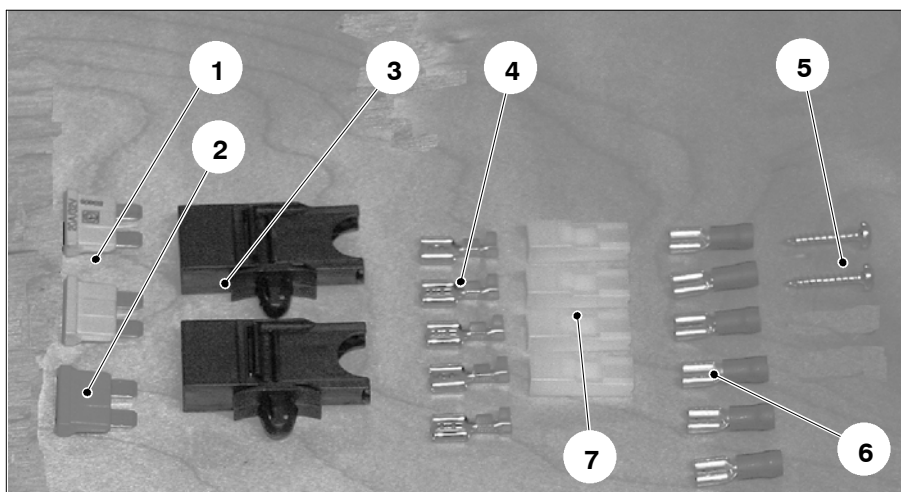
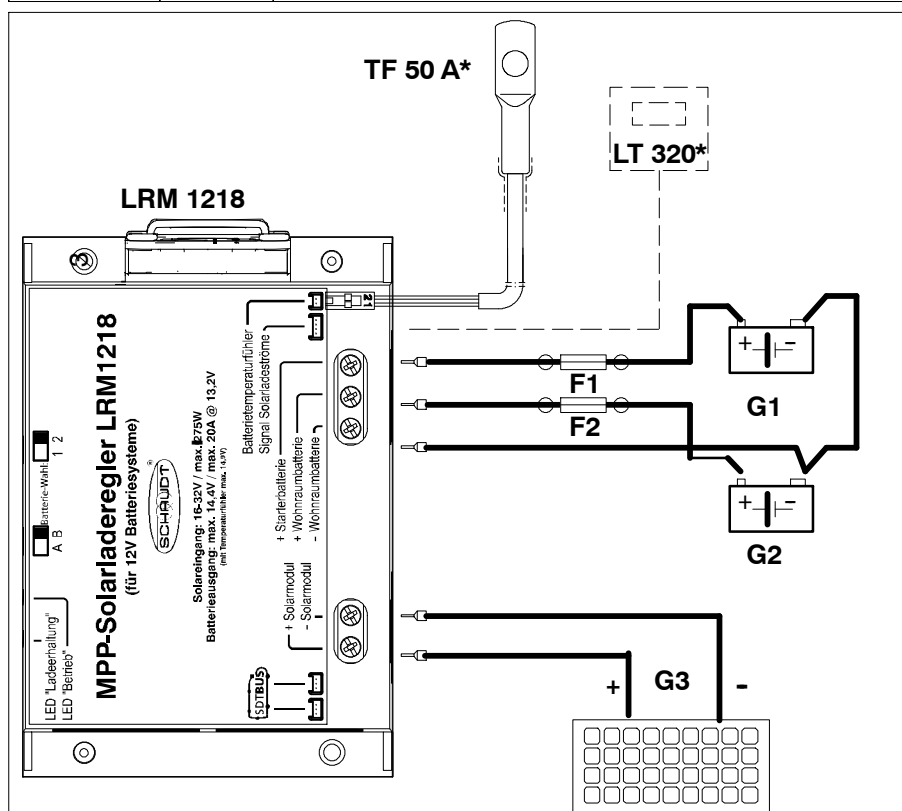

Bild 1 Lieferumfang Kleinteile Zubehör Solar-Laderegler LRM 1218
Bild 4 Schaltbild Anschluss LRM 1218 an Starterbatterie und Wohnraumbatterie
- Befestigung** ► Solar-Laderegler mit zwei Schrauben (Abb. 1, Pos. 5) an den dafür vorgesehenen Bohrungen auf einer stabilen und ebenen Unterlage festschrauben.
- ▶ 1. Zwei Sicherungshalter mit Sicherung gemäß Schaltbild Abb. 4 am Anschlusskabel anschließen. Hierzu die Flachsteckhülsen 6,3 x 0,8 ohne Hals (Abb. 1, Pos. 5) verwenden. Nach dem Crimpen die Isolierhülsen (Abb. 1, Pos. 7) aufstecken. Die beiden Sicherungen einsetzen.